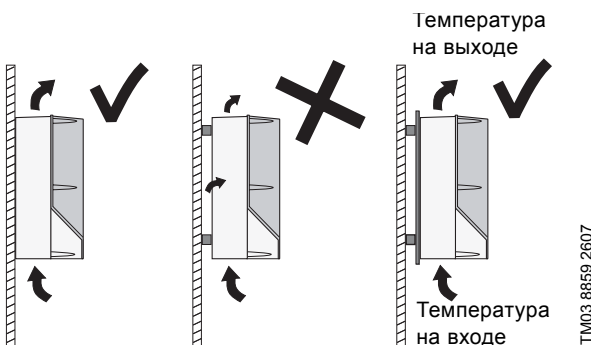

Рис. 36 Вешайте устройство CUE непосредственно на стену или устанавливайте на пластину
- Вешайте устройство CUE непосредственно на стену или устанавливайте на пластину. См. рис. 36.
$\Delta T$  - разность между температурой охлаждающего воздуха на выходе и на входе (температурой окружающей среды). См. рис. 36.